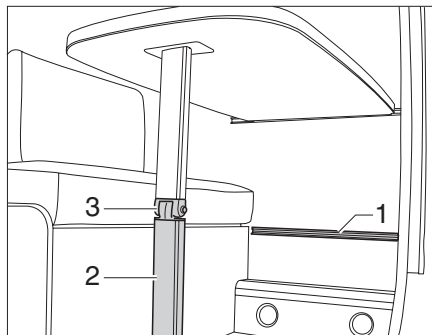

Fig. 40 Tavolo sospeso con supporto snodabile
- ▶ Sbloccare il piede del tavolo (Fig. 40,2) sul giunto e richiuderlo.
- ▶ Agganciare il tavolo sospeso nella sbarra di aggancio inferiore (Fig. 40,1) e deporlo sul giunto del piede del tavolo (Fig. 40,3).